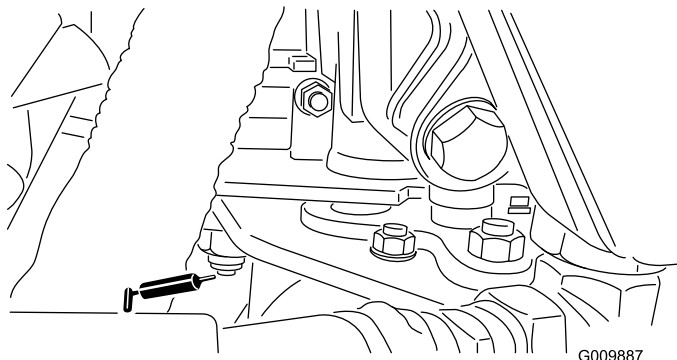

Figura 42
- Articulação do pedal de tracção (Figura 42)